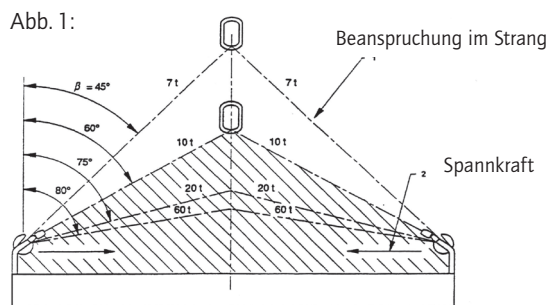

Abb. 1:
- Bei mehrsträngigen Anschlagketten sollte der Anschlagwinkel β wegen der Stabilität der Last $> 15^\circ$ sein, im Bereich der angegebenen Kennzeichnung liegen und er darf 60° nicht überschreiten (Abb. 1).